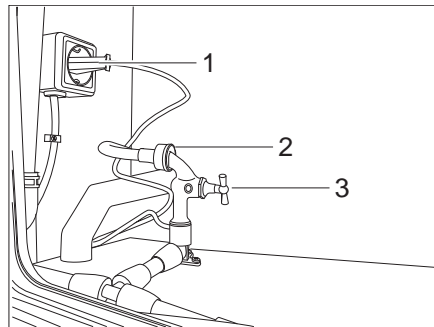

Fig. 189 Raccordement de la toilette avec broyeur
- Fermer le robinet d'eau de la toilette avec broyeur (Fig. 189,3).
- Détacher le flexible à la fermeture à baïonnette de la toilette (Fig. 189,2).
- Raccorder un flexible de vidange supplémentaire allant à l'air libre à la fermeture à baïonnette de la toilette (Fig. 189,2).
- Tirer la fiche (Fig. 189,1) de la toilette avec broyeur de la prise de courant.